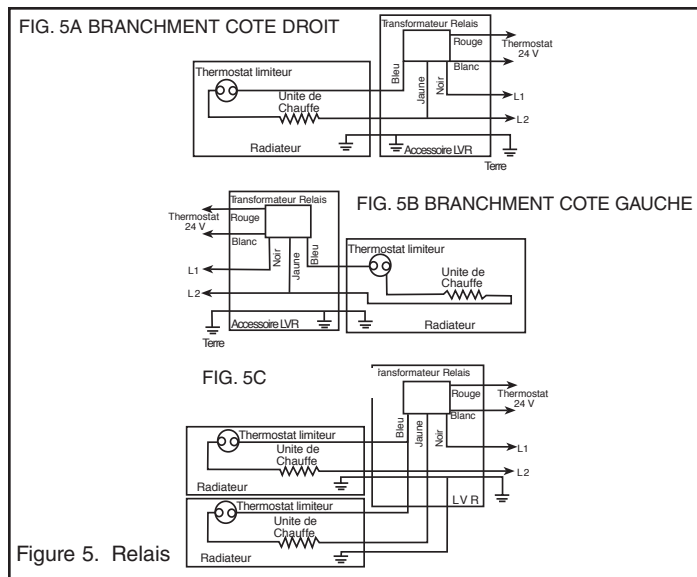

Figure 5. Relais
- Une fois toutes les connexions électriques effectuées, posez le thermostat selon les instructions de la notice du thermostat. Raccordez les fils du thermostat aux fils rouge et blanc (voir l'étape 5) au moyen de connecteurs tir-bouchon approuvés. Si d'autres radiateurs doivent être raccordés au même thermostat, suivre le schéma de la Figure 5.